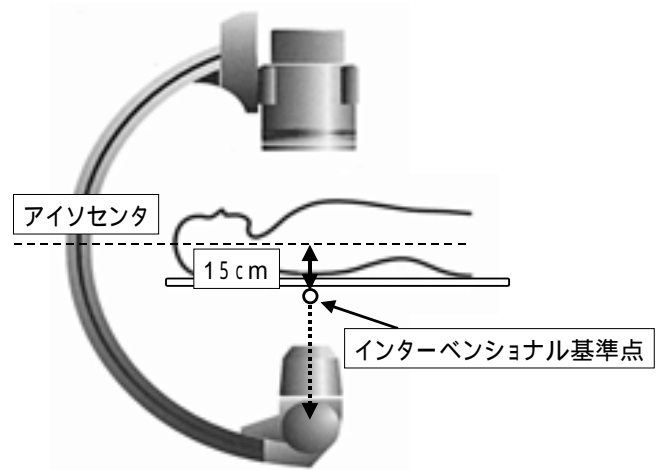

図 1 インターベンショナル基準点：アイソセンタから焦点側 (X線管) に **15cm** のところの点を指す
**インターベンショナル基準点 (Interventional Reference Point)** とは、X線保持装置のアイソセンタから焦点側 (X線管) に **15cm** のところの点を指します (図 1)。インターベンショナル基準点は、成人の心臓カテーテル検査で代表的な皮膚の位置に相当するとされています。通常の C アームの焦点-アイソセンタ間距離が **70cm** 程度ですので、心臓カテーテル検査での焦点-皮膚間距離は **55cm** 程度といえます。ただ、インターベンショナル基準点は成人の心臓カテーテル検査でのみ適用されるもので、それ以外の部位の検査では適用されません。